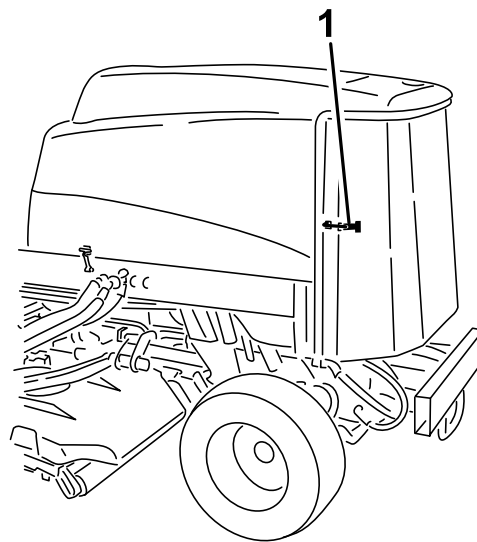

Figura 78
3. Desenganche y abra la rejilla trasera (Figura 78).